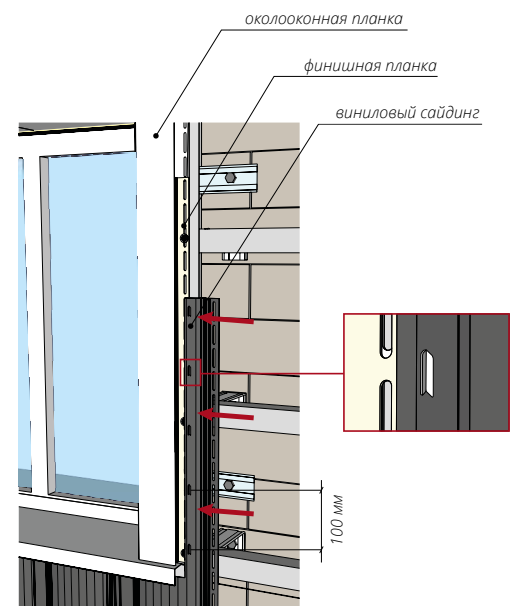

Рисунок 76
- 15.6** При монтаже сайдинга вокруг оконного, дверного или прочего проема вертикальный монтаж финишной планки, слева и справа проема, происходит согласно пункту 14 и общим правилам монтажа. Сайдинг подрезается по размеру, делаются насечки (описано выше) и фиксируется в финишной планке (рис. 76).